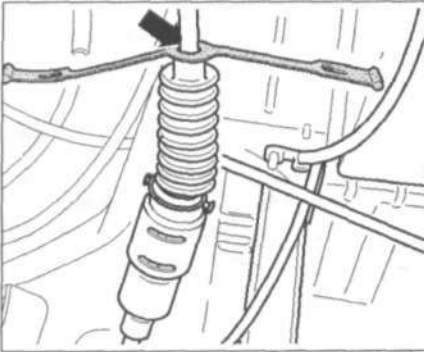

Рис. 8.7. Установите стяжную ленту над защитной втулкой (стрелка).
3. Установите стяжную ленту над защитной втулкой (стрелка) (рис. 8.7).